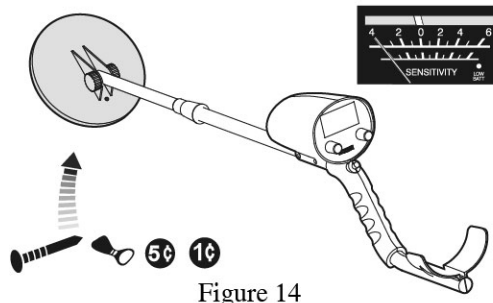

Figure 14
- Lorsque d'autres objets en métal s'approchent lentement du disque de détection, l'aiguille du vumètre dévie vers la gauche, et la tonalité sera réduite. (Figure 14)